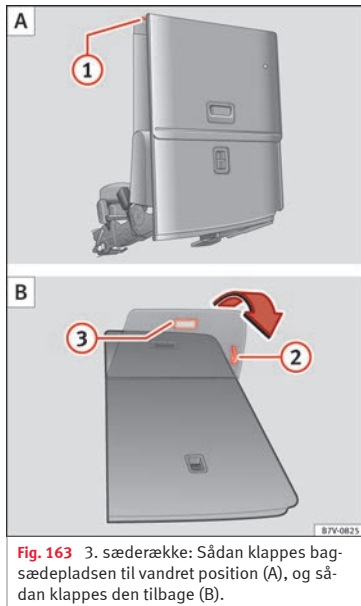

Fig. 163 3. sæderække: Sådan klappes bagsædepladsen til vandret position (A), og sådan klappes den tilbage (B).
- Træk om nødvendigt i armen » Fig. 163 2 for at skubbe bagsædepladsen til den ønskede position i længderetningen.
- Træk i stroppen »» Fig. 163 ② for at klappe sædeafdækningen tilbage.
- Træk i grebet »» Fig. 163 ③. Den komplette bagsædeplads klapper bagud.